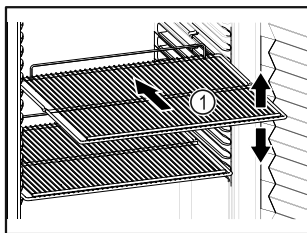

Fig. 57
- Tilpas højden, når bæreristene Fig. 57 (1) kan flyttes.